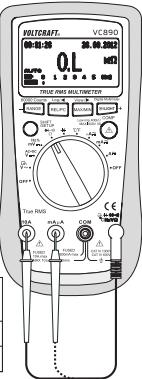

Abb. 12
- Stecken Sie eine Messleitung in die °CHzVΩ-Buchse (7).
- Kontaktieren Sie mit der Prüfspitze die zu prüfende Strom-Messbuchse (Abb. 12).